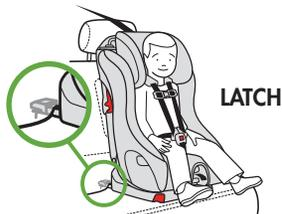

Figura 71
- NUNCA utilice este asiento de seguridad, cuando se coloque con un sistema LATCH rígido, mientras se pueda ver la etiqueta amarilla y negra de dicho sistema, tal como se muestra en la **figura 71**, a menos que se ajuste la correa superior como se indica en este manual.